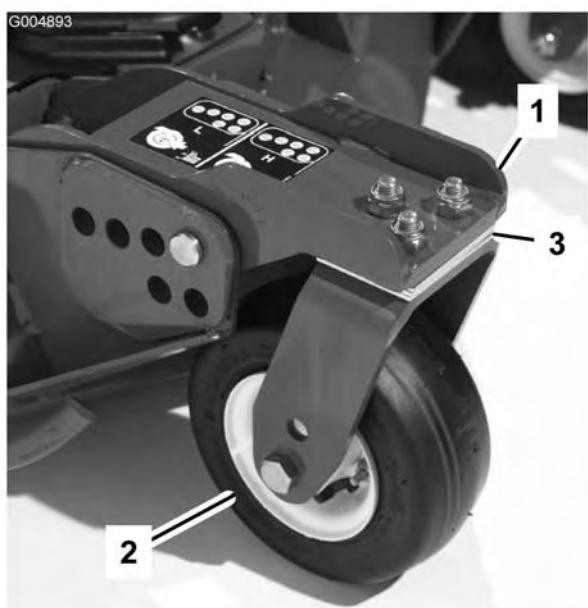

Figura 83
- Retire los tornillos de caperuza y las tuercas que fijan el brazo de las ruedas giratorias a la horquilla de la rueda (Figura 83).